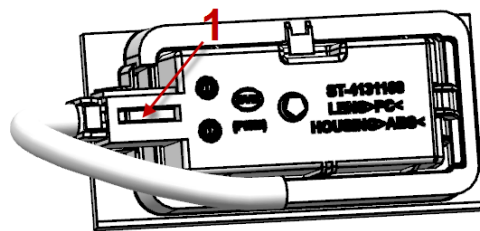

图 9-1-10 左门灯拆卸示意图
c. 拆卸门灯接插件: 如图 9-1-10, 用力沿箭头 1 方向压住卡脚, 拔出线束插头。